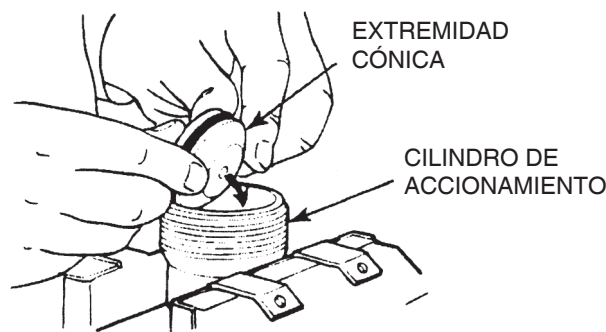

Figura 127
6. Instale el pistón conjunto con el anillo en "O" dentro del cilindro de accionamiento siendo que el lado en ángulo deberá estar dirigido para el fondo del cilindro. Empuje el pistón hasta que esté en el fondo del cilindro. Figura 127.